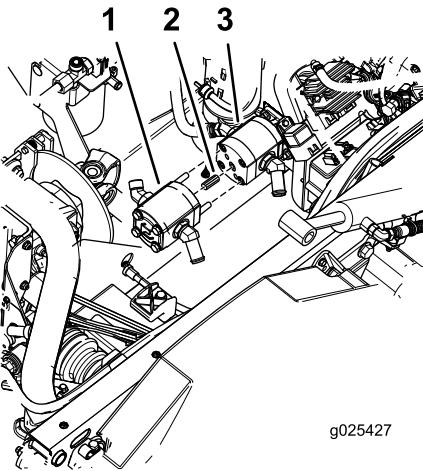

Bild 7
4. Montieren Sie die Hochflusspumpe mit den zwei langen Schrauben an der bestehenden Pumpe (Bild 7).